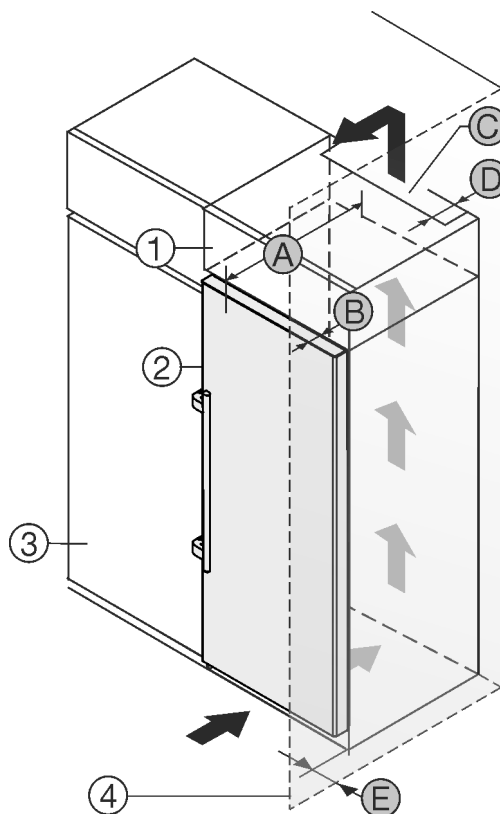

Fig. 1
- (1) Шафа для встановлення на пристрої
- (2) Пристрій
- (3) Кухонна шафа
- (4) Стінка
- (A) Глибина пристрою
- (B) Глибина дверей
- (C) Вентиляційний зазор
- (D) Відстань задня сторона пристрою
- (E) Відстань до сторони пристрою
Ви можете встановити пристрій безпосередньо поряд із кухонною шафою Fig. 1 (3).
Зі зворотного боку шафи для встановлення на пристрої слід передбачити вентиляційну шафу завглибшки Fig. 1 (D) на всю ширину цієї шафи.
Слід дотримуватись вентиляційного отвору *Fig. 1 (C)* в стелі приміщення.
Якщо пристрій із шарнірами встановлюється поряд зі стіною *Fig. 1 (4)*, відстань між пристроєм та стіною повинна бути не менше 57 мм. Це відповідає необхідній відстані для ручки після відкриття дверцят.
Щоб мати можливість повністю відкривати дверцята, потрібно, щоб пристрій виступав на відстань глибини дверцят *Fig. 1 (B)* відносно передньої панелі кухонної шафи. Залежно від глибини кухонних шаф *Fig. 1 (3)* та використання пристінних розпірок пристрій може ще більше виступати вперед.